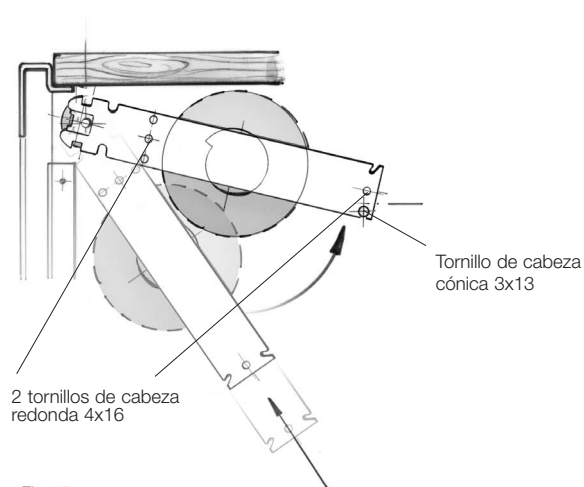

Fig. 13
- Introducir la persiana con el eje guía hacia arriba en los tacos de posicionamiento y asegurar en los pretaladros de fijación en ambos lados con un tornillo de cabeza cónica (3x13') sin atornillar del todo (Fig.13)
- Fijar el soporte principal con otros 2 tornillos. Es importante que el soporte se empuje contra los tacos de posicionamiento (Fig.13)